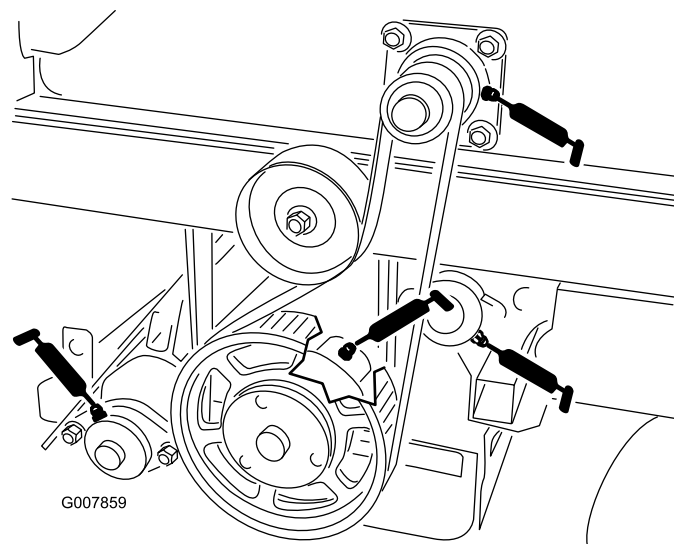
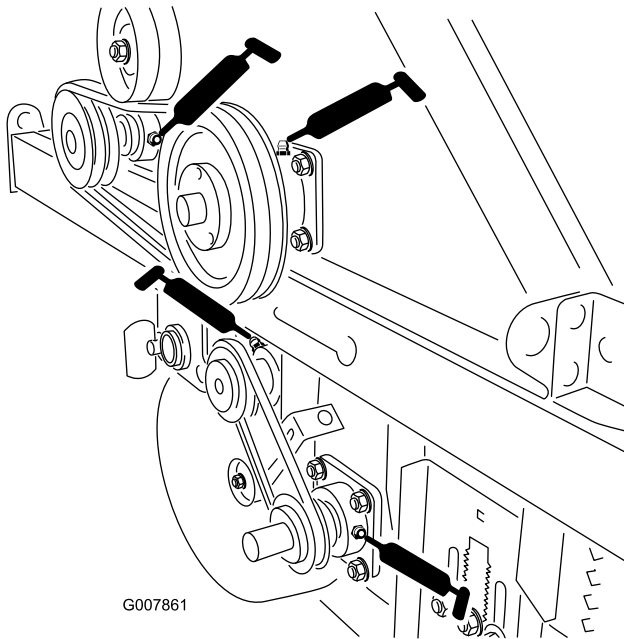

Bild 41
Bild 43
- Häksler, 2 Stück (Bild 43 & Bild 41)
- Sich drehende Kante, Anzahl 2 (Bild 43 & Bild 41)
- Aufnahmebürste, Anzahl 2 (Bild 43 & Bild 41)
- Heckrolle, Anzahl 2 (Bild 41)